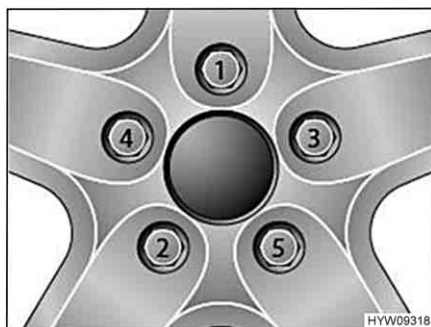

Fig. 142 Serraggio a croce di dadi delle ruote e bulloni delle ruote
- Serrare i dadi delle ruote o i bulloni delle ruote nell'ordine riportato in Fig. 142. A tale scopo, utilizzare una chiave dinamometrica e rispettare la coppia di serraggio indicata (vedi paragrafo 13.5.2).
- Controllare regolarmente il serraggio dei dadi o dei bulloni. Regolare il serraggio dei dadi delle ruote o dei bulloni delle ruote di una ruota sostituita dopo circa 50 km. A tale scopo, procedere seguendo l'ordine indicato in Fig. 142.
- Se si utilizzano cerchioni nuovi o riverniciati, regolare il serraggio dei bulloni o dei dadi dopo altri 1000 - 5000 km. A tale scopo, procedere seguendo l'ordine indicato in Fig. 142.
- ▷ Serrare a croce i dadi o i bulloni delle ruote (Fig. 142).